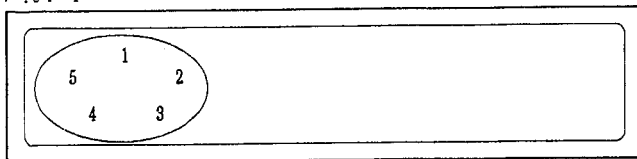

FIG. 2
1. Rückwärtige Snaps lösen (Fig. 2).
1. Vier TORX Schrauben lösen (2 unter den Gummifüßen, eine neben dem rechten Fuß und eine vom Metallbügel, siehe Fig. 2).
4. Abziehen der Gehäusefront (Fig. 2).
2. Netzschalterteil abheben (Fig. 2).
- \*) Check display as shown in Fig. 2.
Controllare che il display visualizzi l'immagine di cui alla Fig. 2.